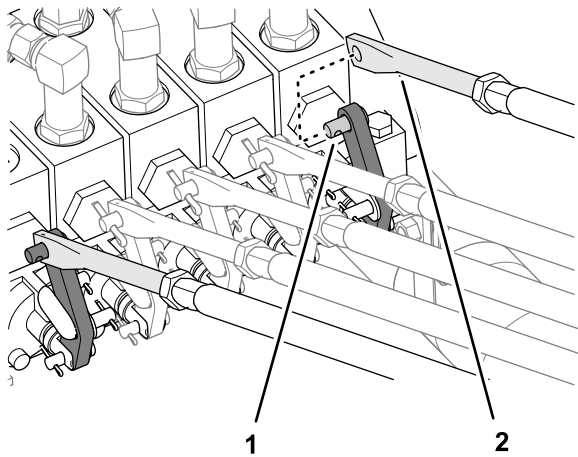
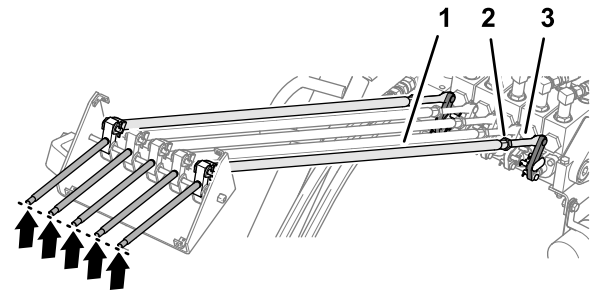

Figura 28
Figura 29
- En la válvula de control, monte la varilla de acoplamiento de la varilla de control en el pasador que está embutido en la palanca de control (Figura 28).
- Compare la alineación de la palanca de la varilla de control que está instalando con las palancas de las unidades de corte 4, 1, 2, 3, y 5 (Figura 29).
- Si la palanca de la varilla de control no está alineada con el resto de las palancas, separe la varilla de acoplamiento del pasador de la palanca de control, gire la varilla de acoplamiento para alinear la palanca (Figura 29), y monte la varilla de acoplamiento en el pasador de horquilla de la palanca de control (Figura 28).